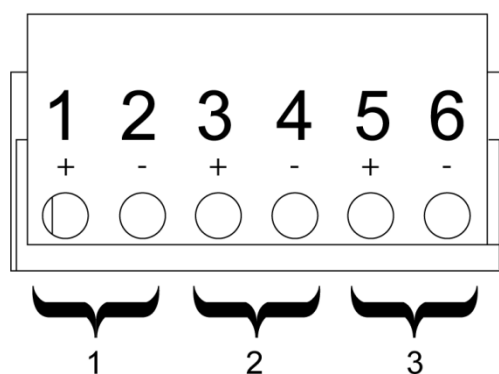

Рис. 21. Назначение входных сигнальных соединительных клемм
5. Подключите сигнальный входной интерфейсный кабель как указано в Таблица 8 и Рис. 21.